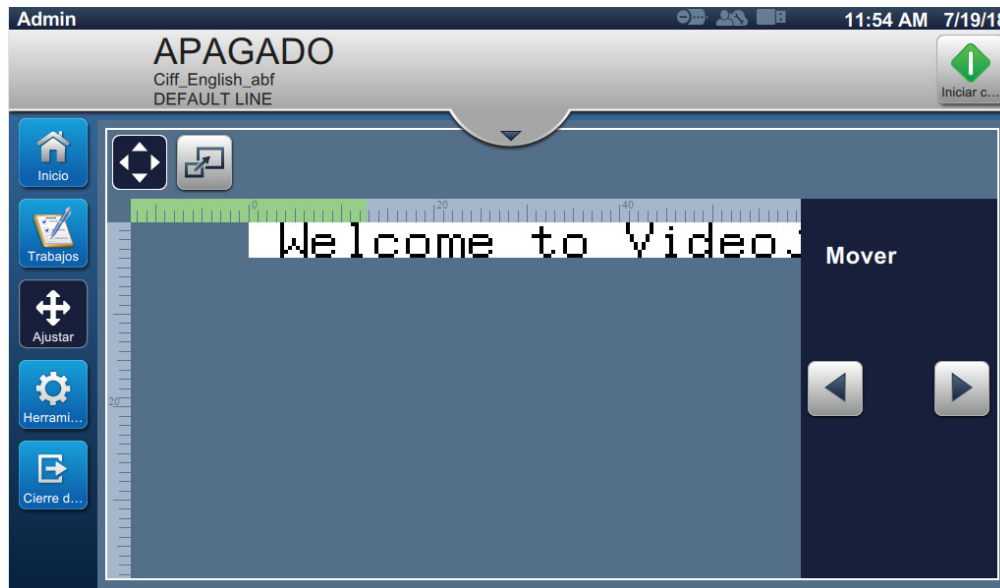

Figura 4-9. Ajustar: Mover
1. Pulse el botón  y aparecerá el divisor de posición actual como se muestra en la Figura 4-9.